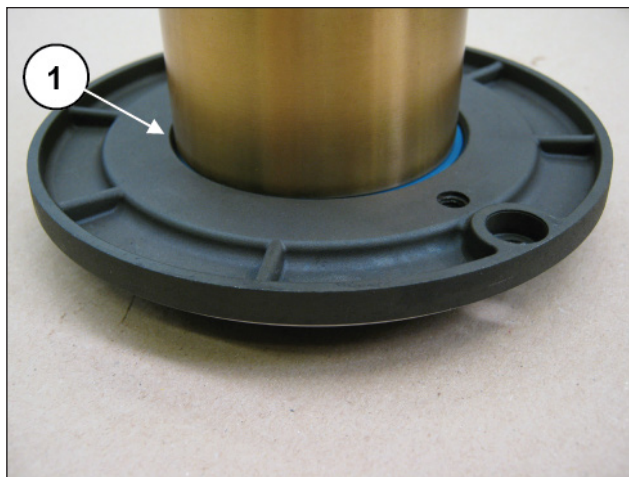

图 137
把O环定位在油封盖的底座上 (①, 图 137); 将安装好的组件插入前泵壳内的专用底座中, 确保盖子完全进入底座 (图 138)。